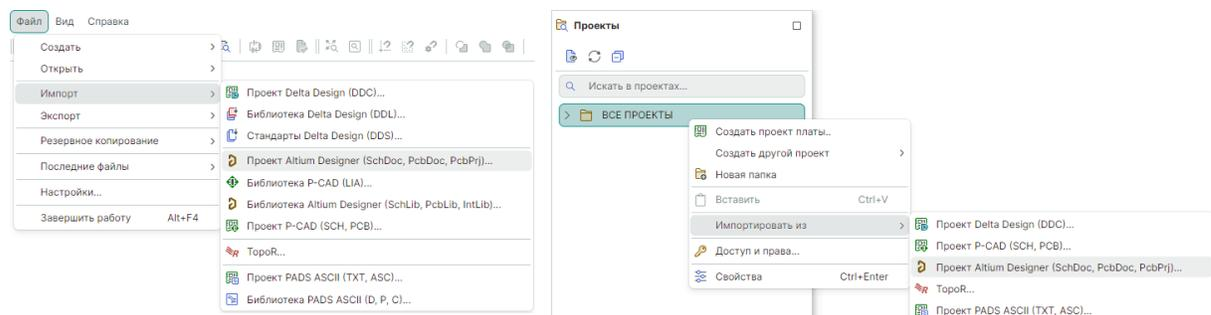

Рис. 11 Вызов мастера импорта проекта
- из контекстного меню, вызванного с выбранного узла панели «Проекты» → «Импортировать из» → «Проект Altium Designer (SchDoc, PcbDoc, PcbPrj)...», см. Рис. 11.